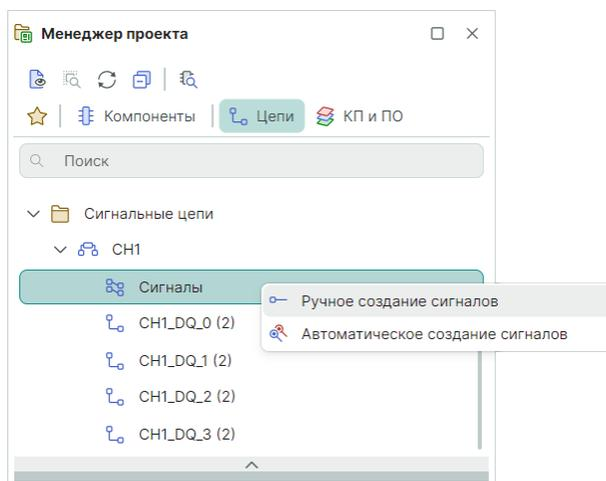

Рис. 398 Создание сигнала для выбранной сигнальной цепи в ручном режиме
2. В панели «Менеджер проекта» → «Сигнальные цепи» выберите созданную сигнальную цепь, установите курсор на пункт «Сигналы», вызовите контекстное меню и выберите пункт «Ручное создание сигналов», см. Рис. 398.